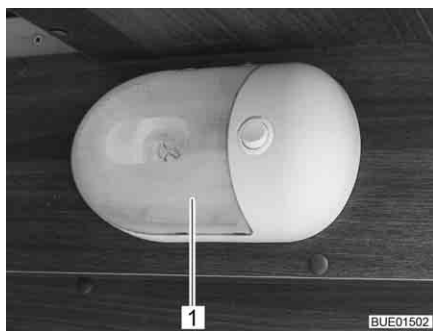

Fig. 247 Luminaire apparent
- Presser le couvercle transparent (Fig. 247,1) avec précaution des deux côtés, l'éloigner légèrement du commutateur et le retirer par l'avant.